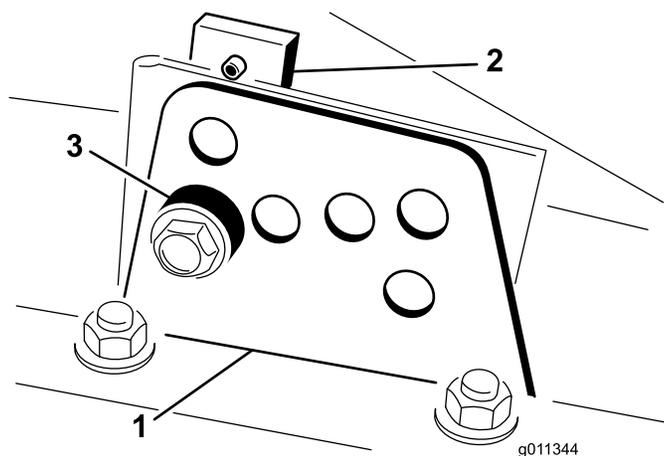

Figura 21
4. Enquanto estiver suportar a câmara, retire o espaçador (Figura 21).
2. Desaperte o parafuso que prende o suporte da altura de corte à placa da altura de corte (frente e de cada lado), conforme se mostra na Figura 21.